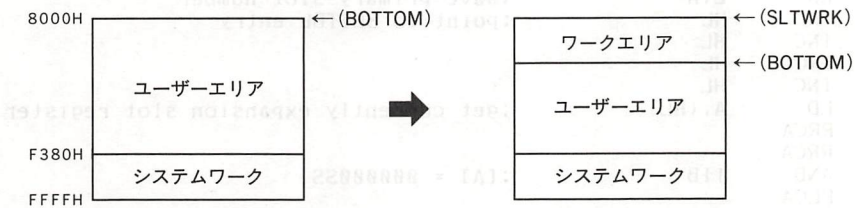

図5.52 ワークエリアの確保
- (1) カートリッジ自体に RAM をのせてしまう(最も安全確実な方法)。
- (2) 必要なワークエリアが1バイトあるいは2バイトならば SLTWRK (FD09H~) の自分に対応する2バイトをワークとして使用する。
- (3) 必要なワークエリアが3バイト以上ならば BASIC で使用する RAM から確保する。具体的には、まず BOTTOM (FC48H) の内容を SLTWRK (FD09H~) の対応するエリアに書き写し、BOTTOM の値を必要なワークエリア分増やし、そこをワークエリアとして確保する(図 5.52)。